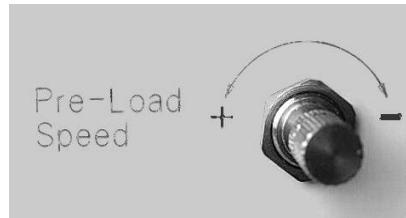

Fig. 10.02
2. Relâcher la pédale de gauche: les mâchoires se ferment. La vitesse de pre-crimp peut être réglée avec le limiteur de débit «Pre-Load-Speed» (Fig. 10.02).